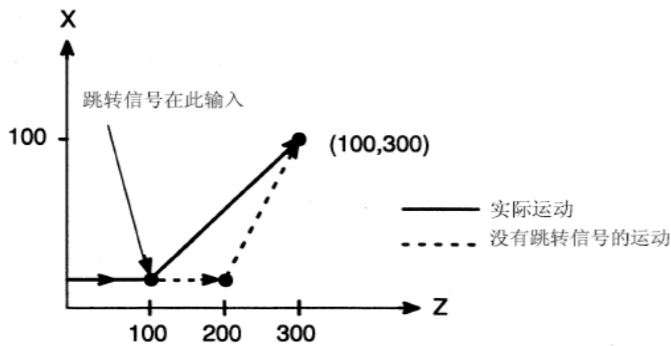

图 3-15
3. G31 的下一个程序段是 2 个轴的绝对坐标编程，见图 3-15